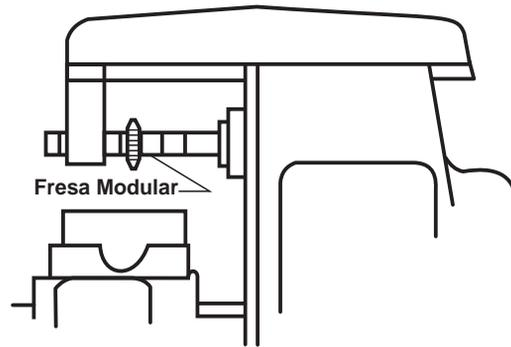

Fig. 4
a) Monte una fresa modular para tallar engranajes de módulo 2 # 5 en el árbol porta fresa. (Fig. 4).